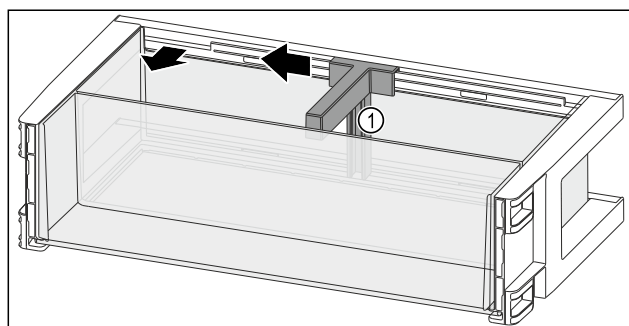

Fig. 108
- Flessenhouder Fig. 108 (1) tot aan de uitsparing opzij schuiven.
- Flessenhouder Fig. 108 (1) verwijderen.